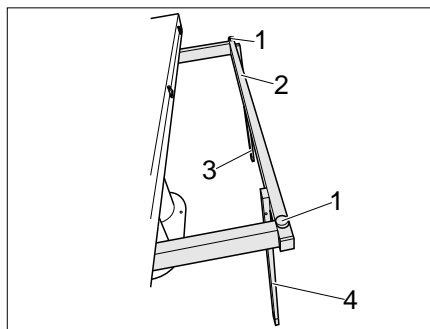

Bild 110 Abstützungen senkrecht stellen
- Tischunterbau (Bild 110,2) herausziehen.
- Abstützungen (Bild 110,3 und 4) senkrecht stellen.
- Gewünschte Höhe der Tischplatte mit den zwei Einstellschrauben (Bild 110,1) einstellen.